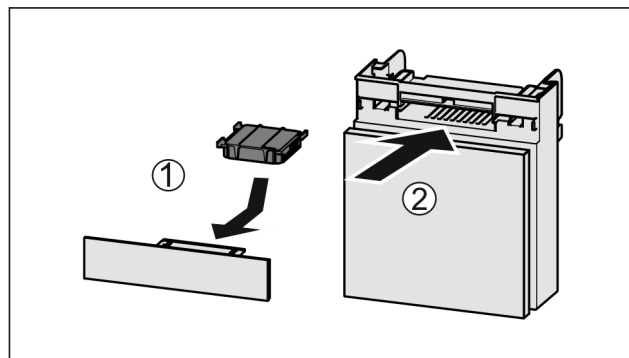

Fig. 182
- ▶ Ievietojiet aktīvās ogles filtru atbilstoši attēlam Fig. 182 (1).
- ▶ Aktīvās ogles filtrs nofiksējas. Ja aktīvās ogles filtrs ir vērsts uz leju: Iebīdiet nodalījumu Fig. 182 (2).